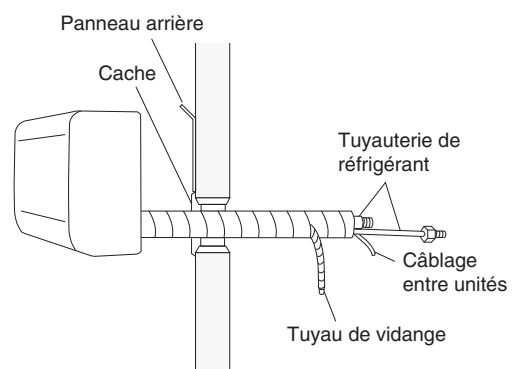

Fig. 3-26
- (3) Plier soigneusement la tuyauterie (si besoin) pour l'acheminer le long du mur vers l'unité extérieure et utiliser du ruban adhésif jusqu'au raccordement. Le tuyau de vidange doit descendre le long du mur jusqu'au point où l'eau ne tachera pas le mur.
- (4) Connecter la tuyauterie de réfrigérant à l'unité extérieure. (Après avoir effectué un test de fuite sur la pièce de connexion, l'isoler avec l'isolation de la tuyauterie. (Fig. 3-26)).